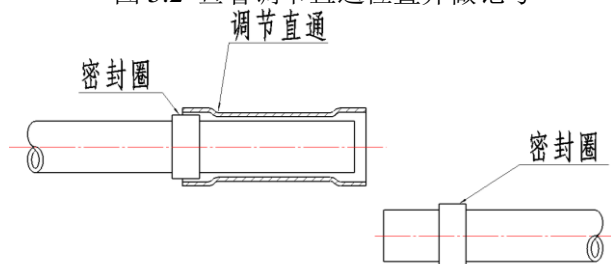

图 5.3 预装密封圈并套入管件
- 2) 将密封圈预装上管材，并将套入调节直通（如图 5.3）。